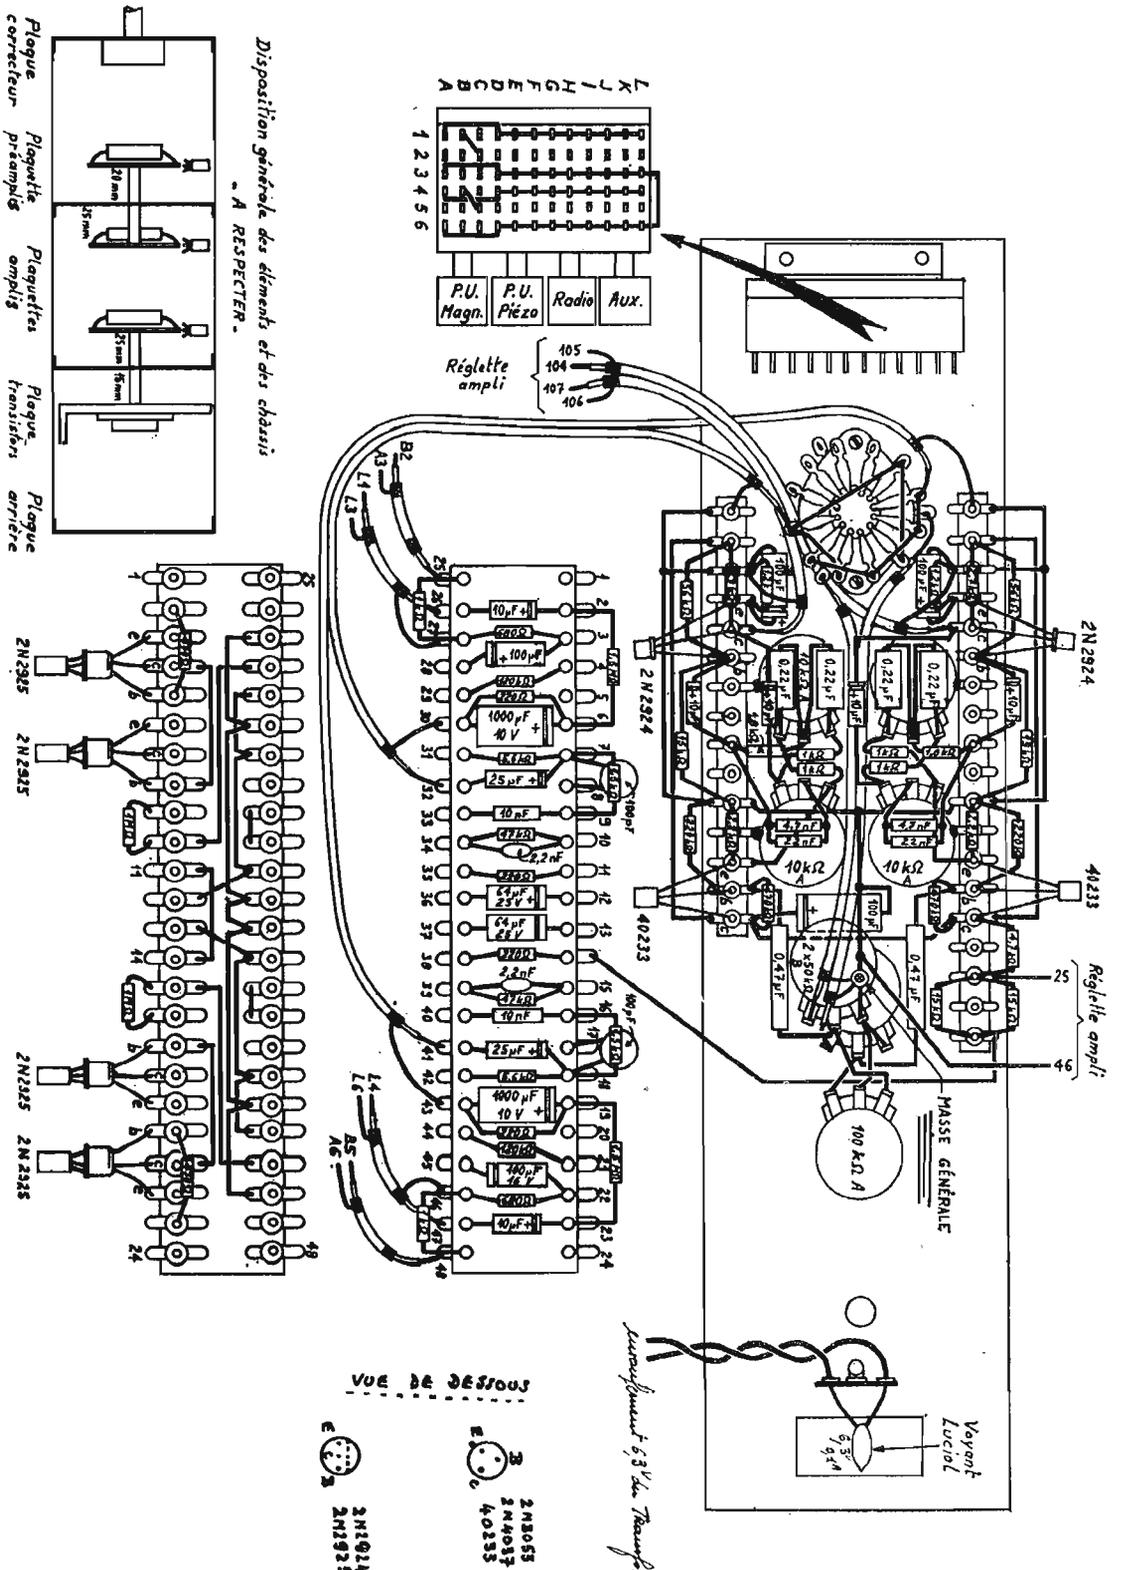

FIG. 2. — Câblage du côté avant du contacteur à poussoirs et des deux côtés de la réglette préamplificateurs (échelle 1/2)
strappages des cosses de ce contacteur avant de le fixer sur le châssis. Utiliser à cet effet du fil de masse de 6/10 et du souplisso 2 mm (voir le plan spécial de ce contacteur sur la figure 2). Le câblage de ce contacteur sera effectué avec un soin particulier, soudures fines, câblage « au carcé ».
e) Câblage du châssis préampli (figure 2) :